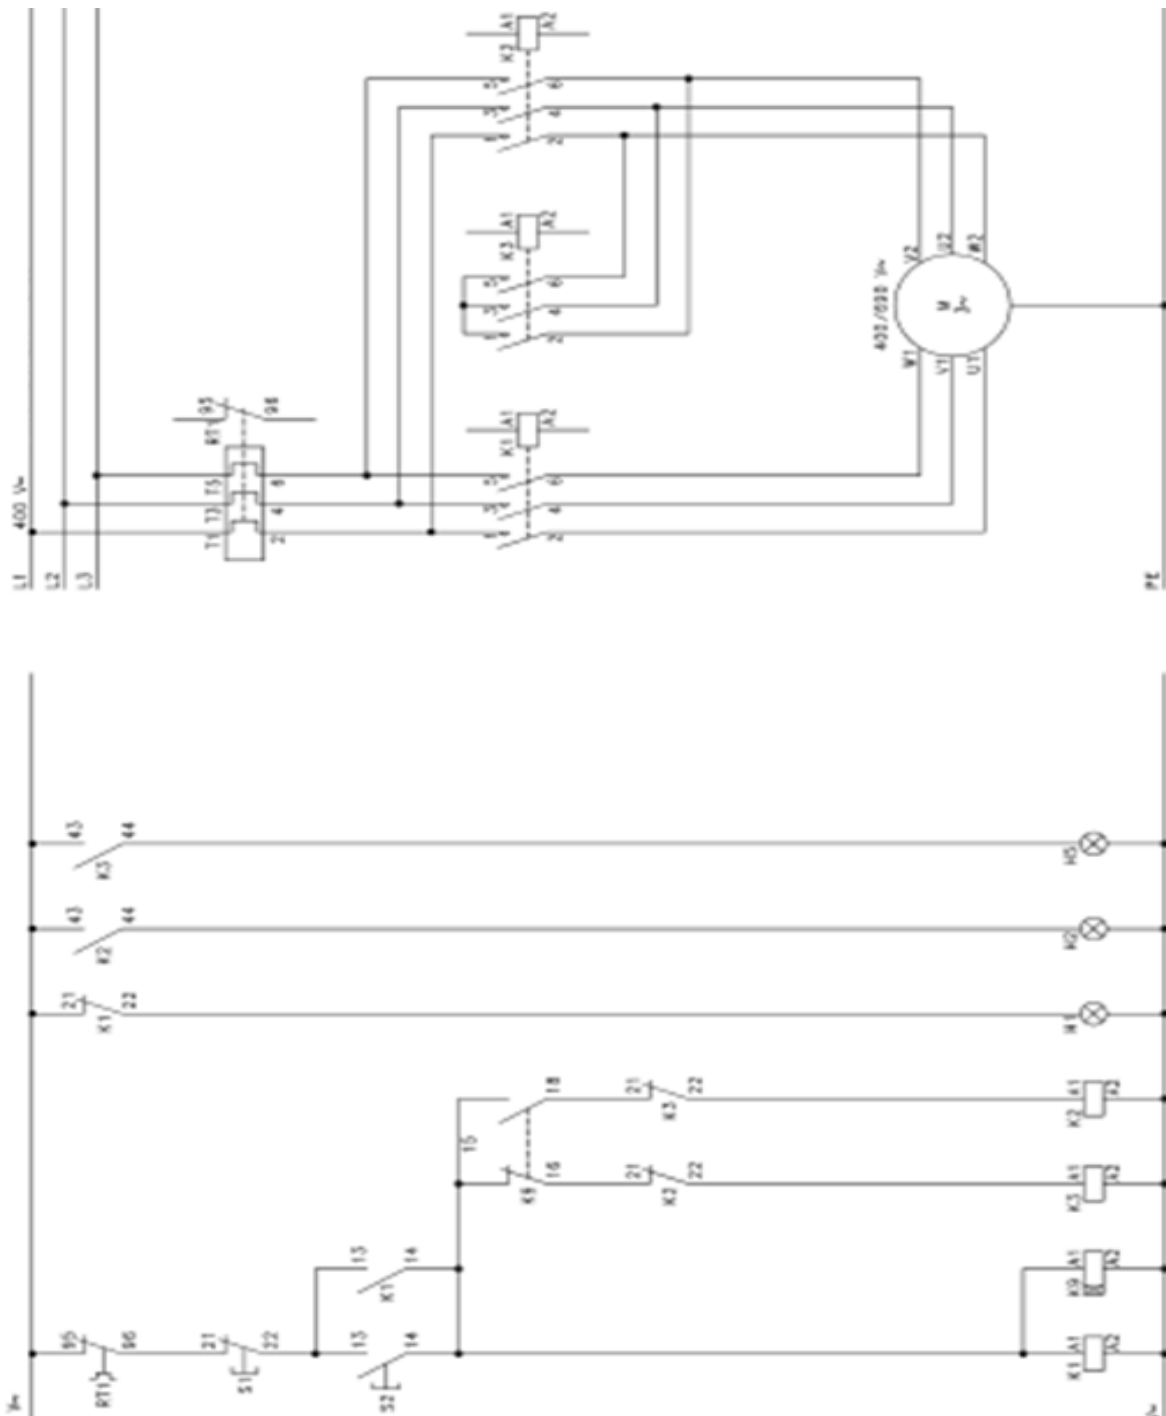

Figure 6 : Circuit de puissance et de commande d'un démarrage Etoile / Triangle pour moteur asynchrone triphasé
- a. Raccorder les dispositifs comme indiqués dans la figure 6.